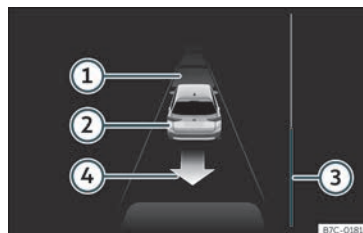

Fig. 238 A la pantalla del quadre d’instruments: sortir de l’aparcament d’un forat en línia.
- Retrocediu fins que soni el senyal continu del ParkPilot; **O BÉ:** feu marxa enrere fins que a la pantalla del quadre d'instruments aparegui la indicació de fer marxa endavant. La barra de progrés » **fig. 238** **③** indica la distància que cal recórrer » pàg. 304.